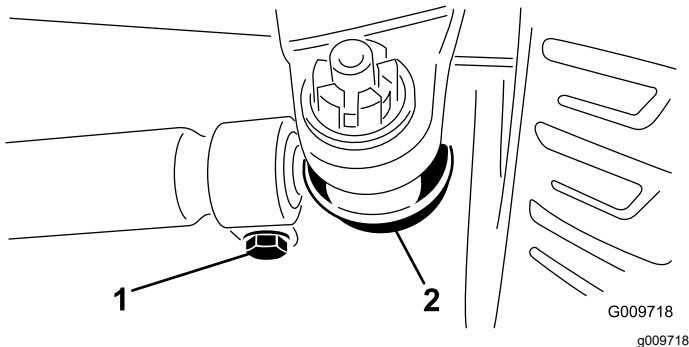

Figura 69
3. Para ajustar, retire la chaveta y la tuerca de cualquiera de las articulaciones esféricas de la biela (Figura 69). Retire la rótula de la biela del soporte del cojinete del eje.
4. Afloje las abrazaderas en ambos extremos de las bielas (Figura 69).